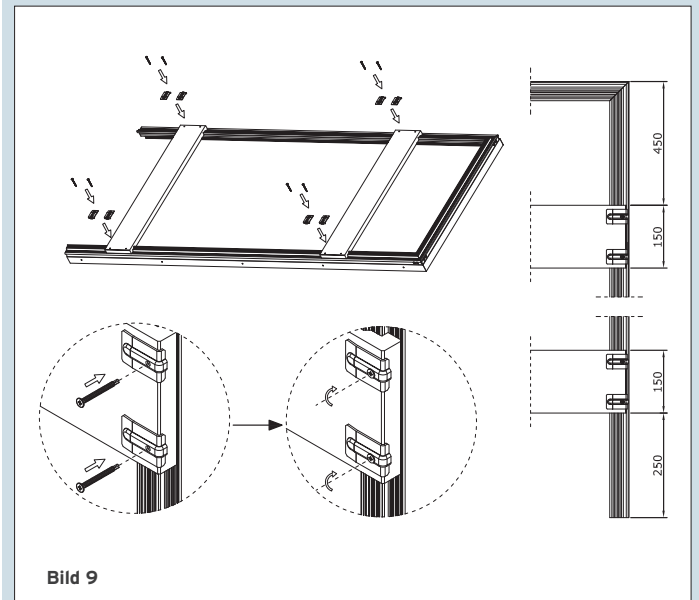

Bild 9
8. Aussteifer verschrauben (Bild 9).